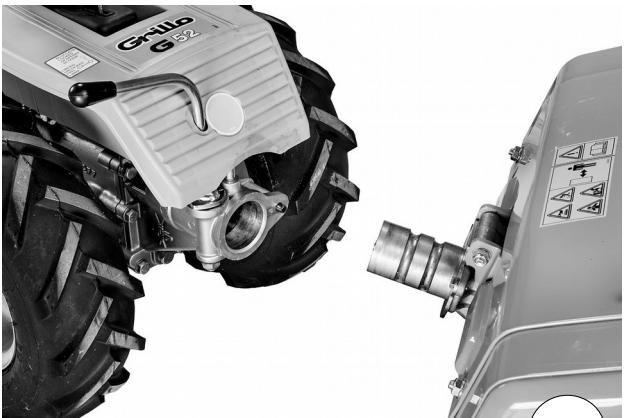

Fig. 4
6. Al montar el equipo (ej.: la fresa), tratar de no estropear el centrado de aluminio de la caja de cambios de la máquina (fig. 4).